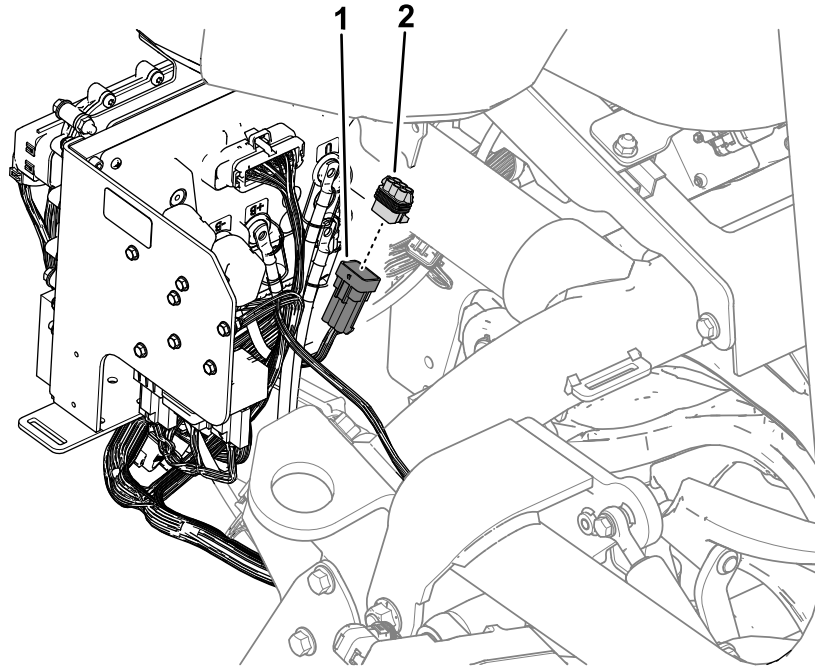

Figur 45
3. Ta bort CAN-bussens isoleringsmodul från kablagekontakten märkt P50 (Figur 45) och ta bort isoleringsmodulen från maskinen.